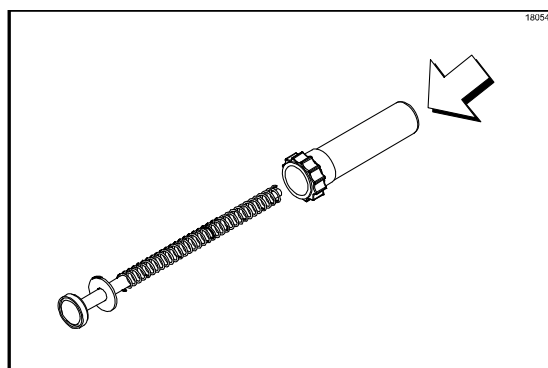

Рисунок 91
6. Установите раструбной конец плунжерной трубки (собранный вместе со вставкой и гайкой) на узел плунжера. (См. рис. 91)